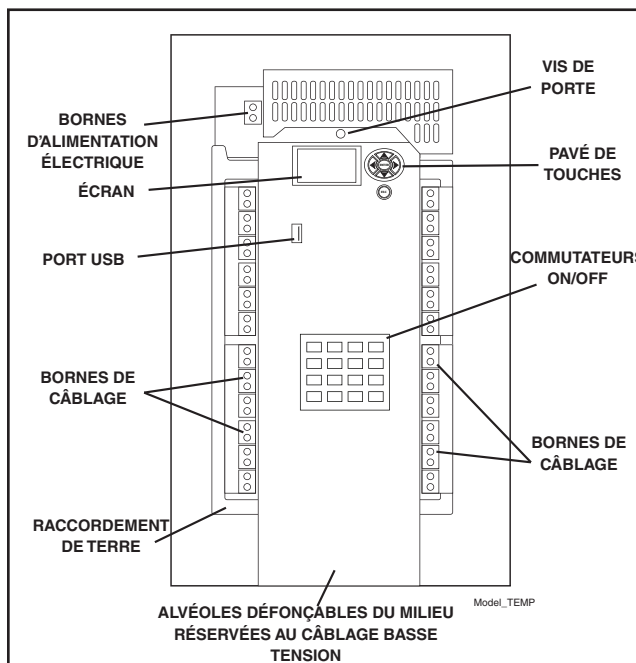

Figure 1 : Appareil série ET90000 (modèle à 4, 8, 12, 16 circuits)
**Système à 4, 8, 12, 16 circuits :** Raccorder les fils d'entrée d'alimentation aux bornes dans le coin supérieur gauche de l'appareil. Raccorder le fil de terre à la vis à tête hexagonale verte en bas à gauche de l'appareil (voir Figure 1).